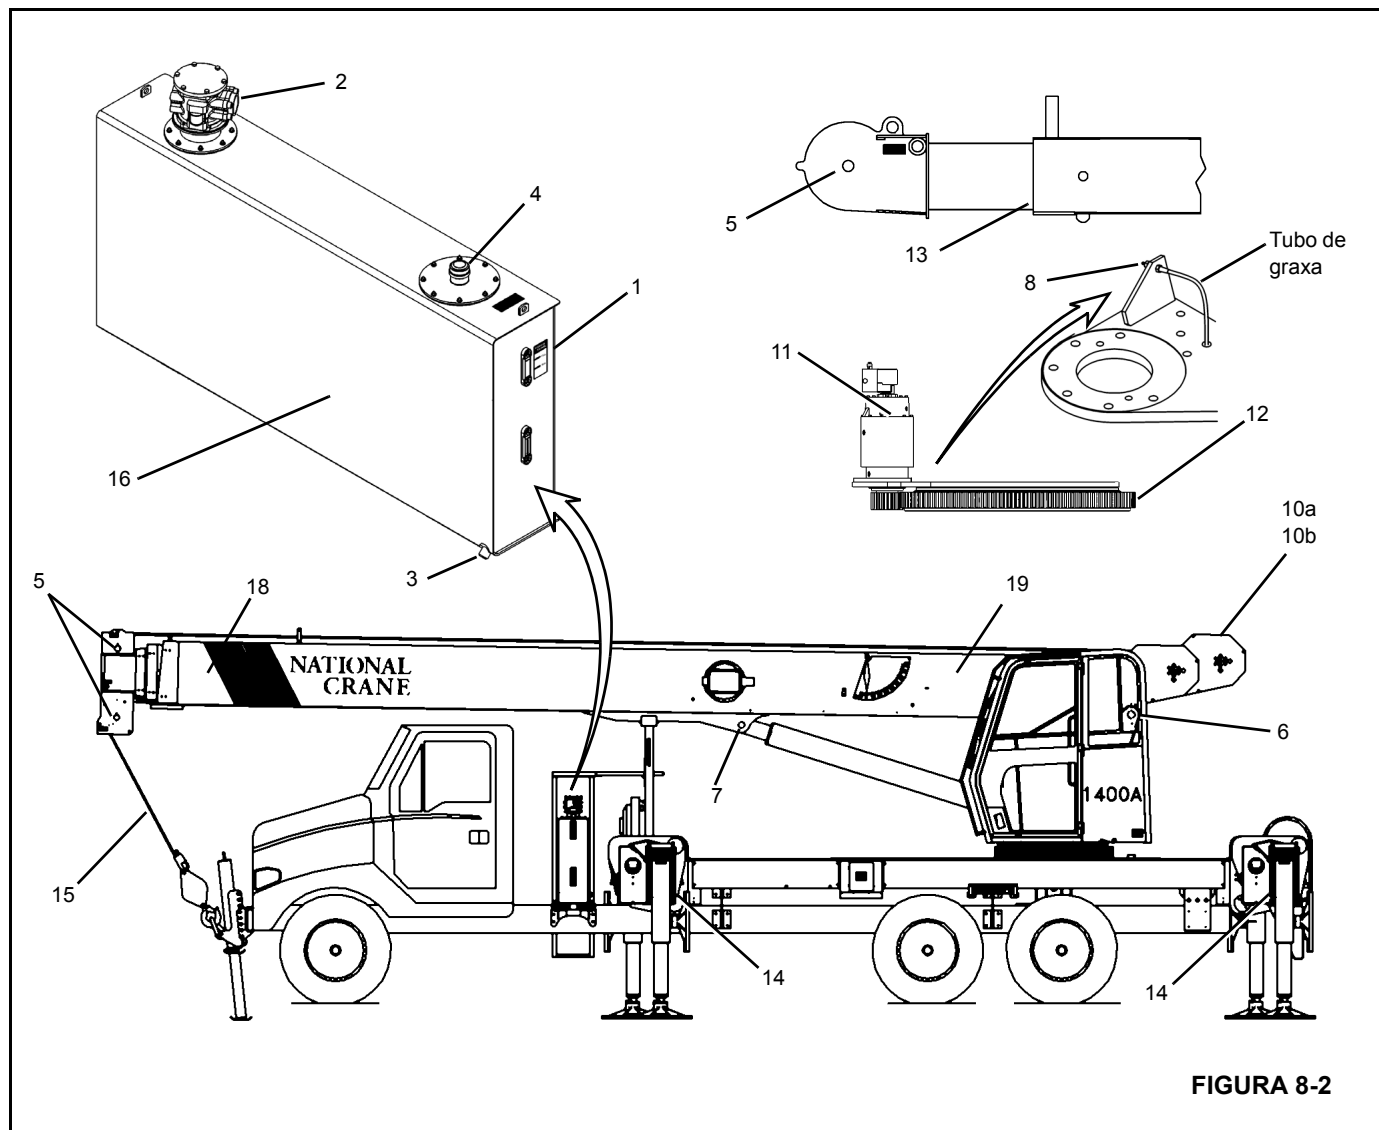

FIGURA 8-2
A seguir, uma descrição dos pontos e intervalos de lubrificação e dos tipos e quantidades de lubrificante e sua respectiva aplicação. Cada ponto de lubrificação é numerado e esse número corresponde ao número do índice mostrado na Tabela de lubrificação (Figura 8-2). A descrição e os símbolos de lubrificação são apresentados nas tabelas a seguir.
2. Lubrifique o pino das polias do cabo de extensão (18) (Figura 8-2) até que uma pequena quantidade de graxa seja expelida pelo pino. Posicionado na frente da lança, olhe para trás através da caixa de polias para o pino a fim de determinar a quantidade de graxa.